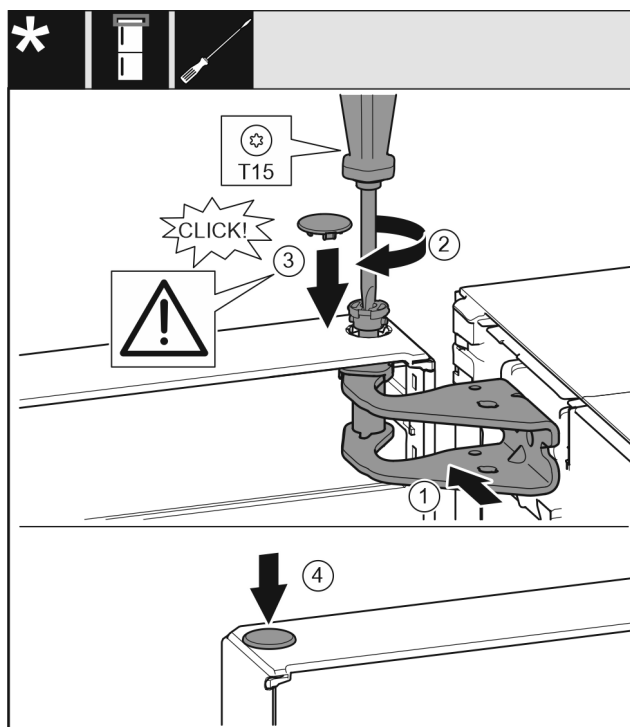

Fig. 18
- Orienter la porte en haut pour l'ouverture dans le support de palier. Fig. 18 (1)
- Poser le boulon et le visser avec un tournevis T15. Fig. 18 (2)
- Monter le cache de sécurité pour sécuriser la porte : Mettre en place le cache de sécurité et vérifier qu'il repose sur la porte. Sinon, enfoncer à fond le boulon. Fig. 18 (3)
- Mettre le bouchon en place. Fig. 18 (4)